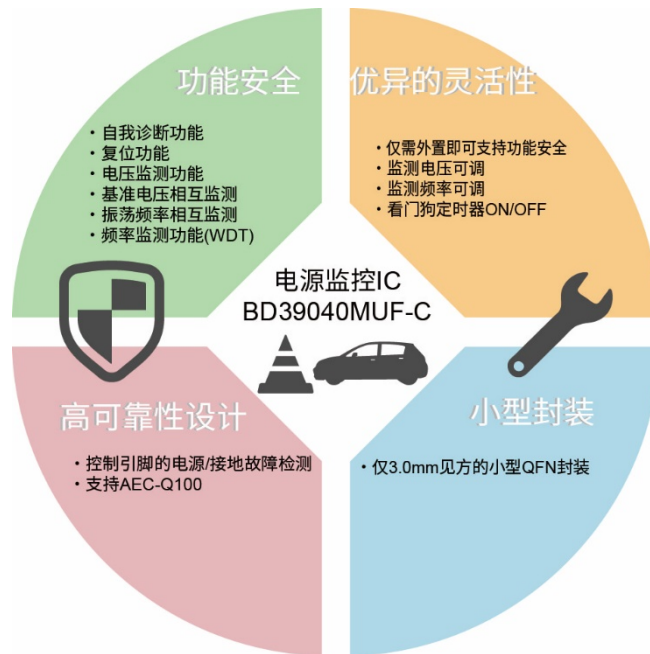

图 8. 电源监控 IC“BD39040MUF-C”的特点
- 内置自我诊断功能（BIST）且支持功能安全的电源监控 IC（图 8）